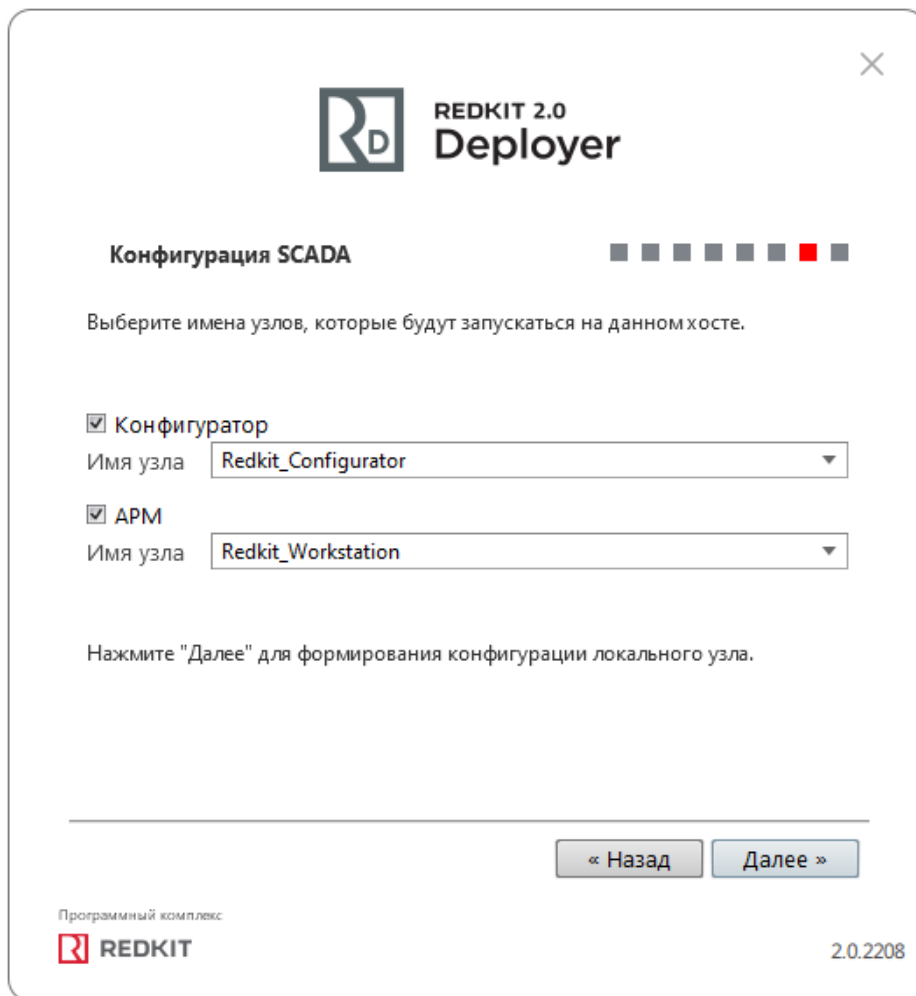

Рисунок 127 - Конфигурация SCADA
15. Выберите узлы **Конфигуратор** и **АРМ**. Нажмите **Далее** (Рисунок 127).